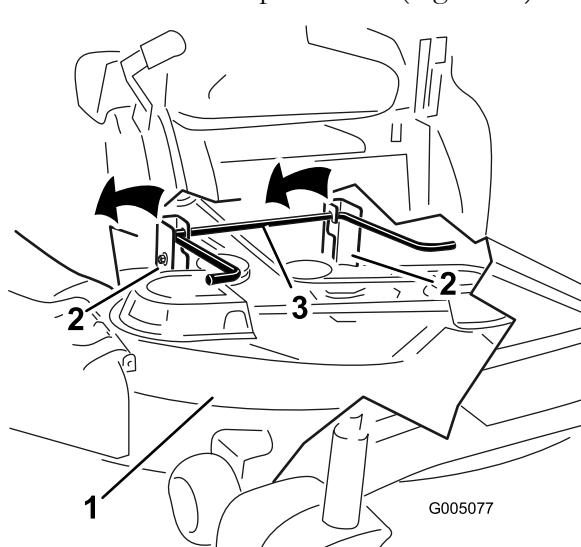

Figure 66
- Soulevez l'arrière du plateau de coupe et guidez les supports sur la tige de levage arrière (Figure 66).